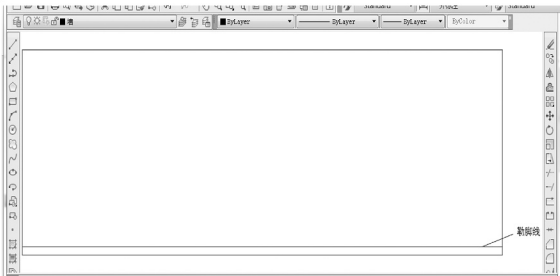

图 4.4 偏移生成勒脚线
④ 启动【偏移】命令 (快捷键 O), 将最下面的水平线向上偏移 600mm, 结果如图 4.4 所示。